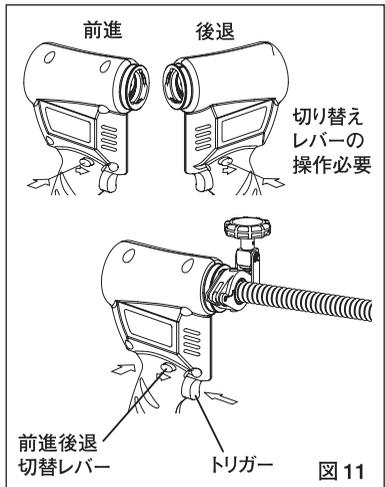

図 11
- ② 前進後退切り替えレバーを前進側へ押してからトリガーを引くとツバ出し加工が始まります。本機はトリガーの引き込み量により回転数を調整できますがトリガーは最後まで引いてください。引きこみ量が少ないとトルクが不足する場合があります。クラッチが働き「ガチャ ガチャ」と音がしてから3秒程度で加工は完了します。スイッチから手を離してください。回転が止まります。(図11)